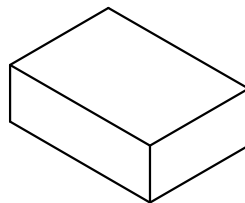

图3 内塑胶盒装
- 2: 如图3, 每塑胶盒装4小袋, 装盒后贴上物料标签, 数量为4X1000pcs。